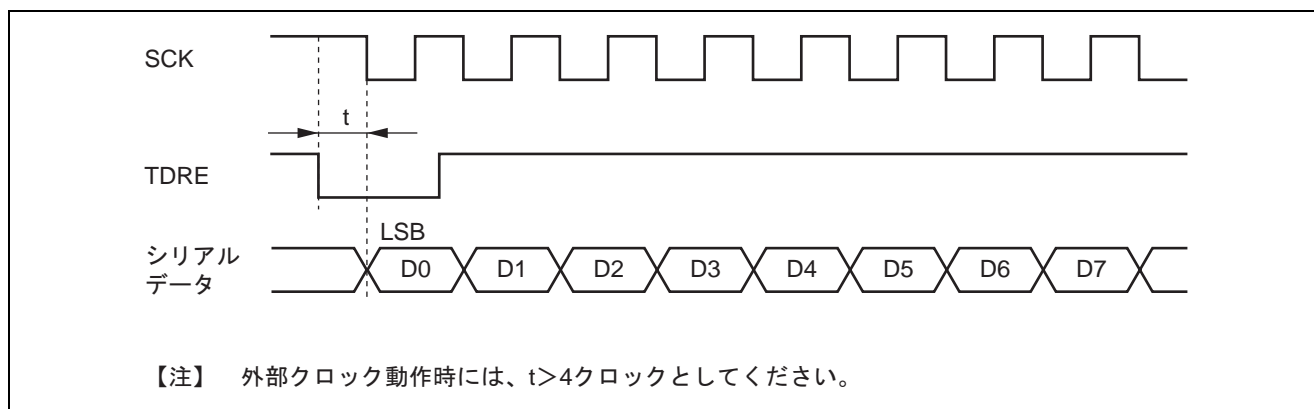

図 13.21 DMAC または DTC によるクロック同期式送信時の例
1. 同期クロックに外部クロックソースを使用する場合、DMACまたはDTCによるTDRの更新後、Pφクロックで5クロック以上経過した後に送信クロックを入力してください。TDRの更新後4クロック以内に送信クロックを入力すると誤動作することがあります（図13.21参照）。